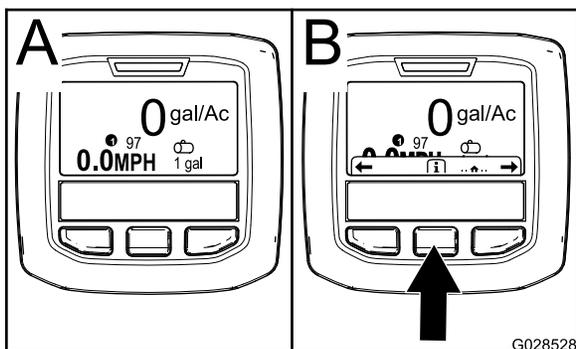

Рисунок 50
2. Приблизительно через 15 секунд появится главный экран, нажмите среднюю кнопку выбора, чтобы вывести информацию (Рисунок 50).